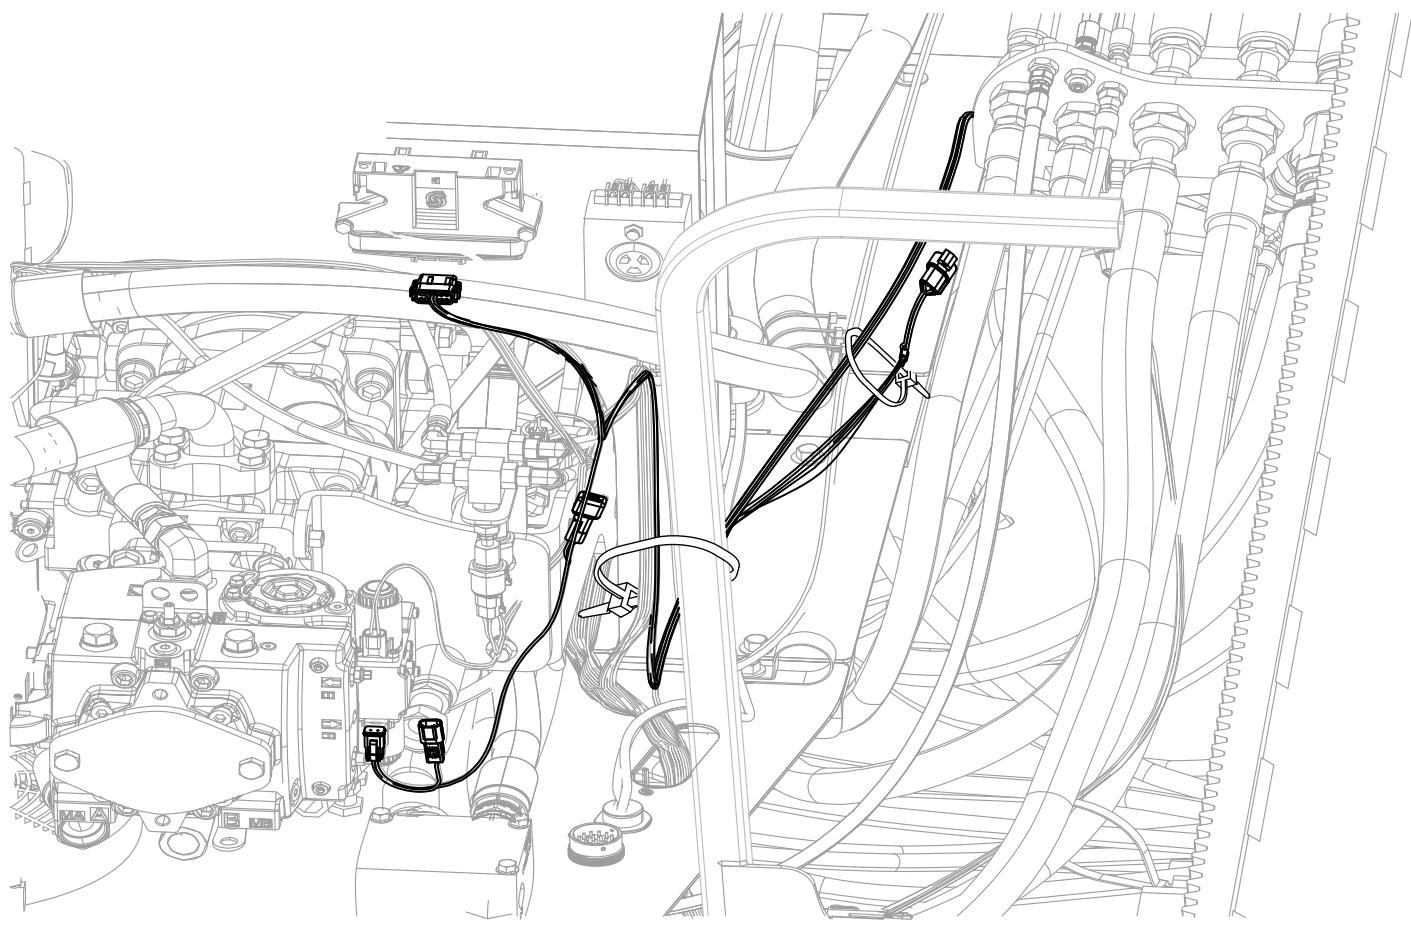
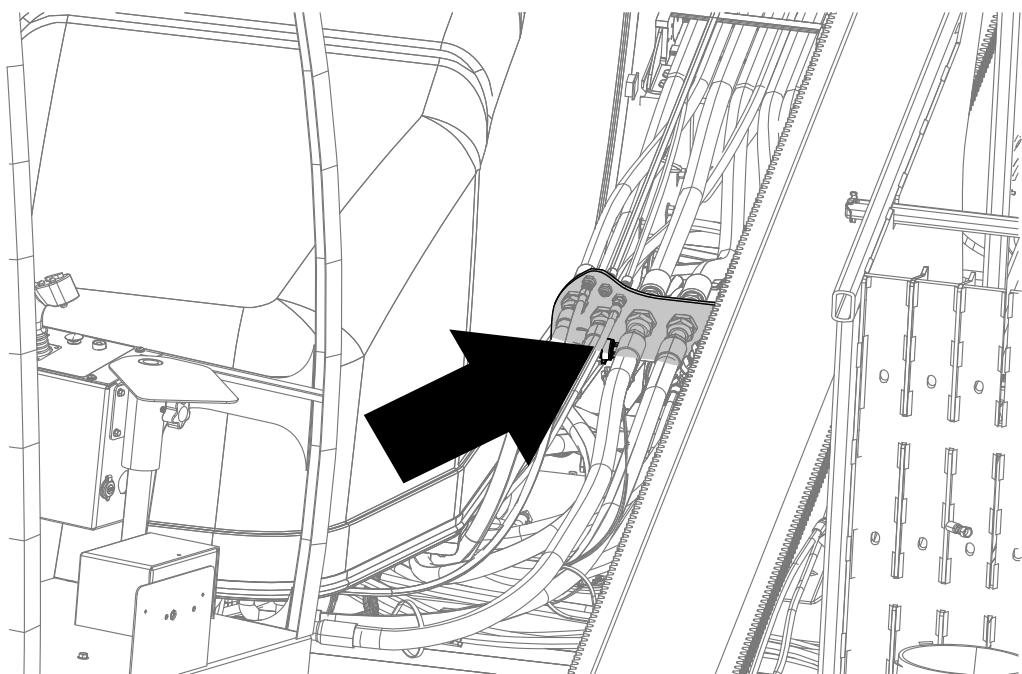

Figura 6
Figura 7
Encaminhe a cablagem ao longo da estrutura com as cablagens atuais (Figura 6 e Figura 7).
1. Localize o transdutor por baixo do anteparo, mesmo por cima da unidade de envio do depósito de combustível (Figura 7).